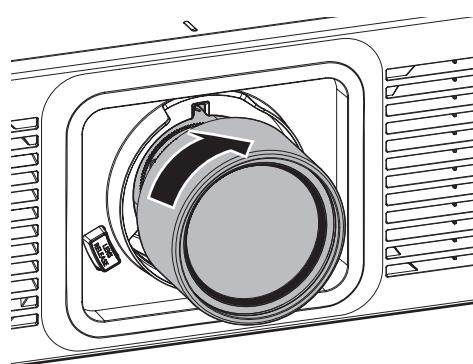

Fig.3
- 3) Tournez la lentille de projection dans le sens horaire jusqu'au bout. (Fig.3)